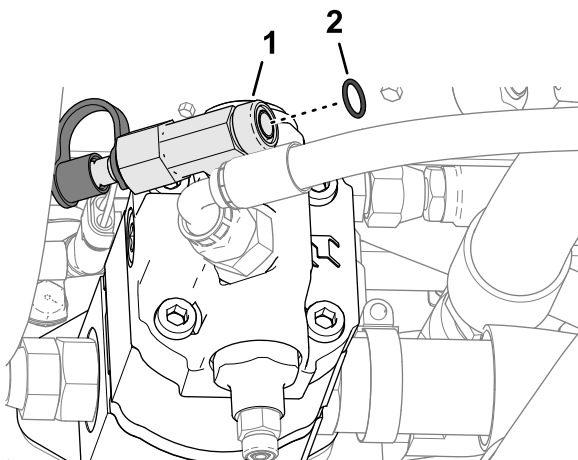

図 132
1. 油圧ポンプ端のT字継手面にあるOリングを取り外します (図 132)。
2. 新しいOリング 12.4/1.8 mm を T字継手の溝に取り付けます(図 132)。